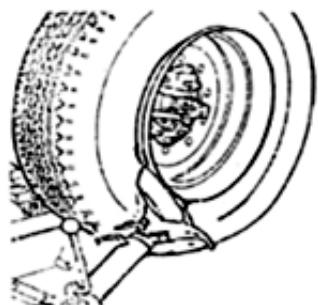

Fig 8
**Периодически проверяйте положение блокировки (10).**
(3) Используя джойстик (5) установите диск (12) у края обода (рис. 8).